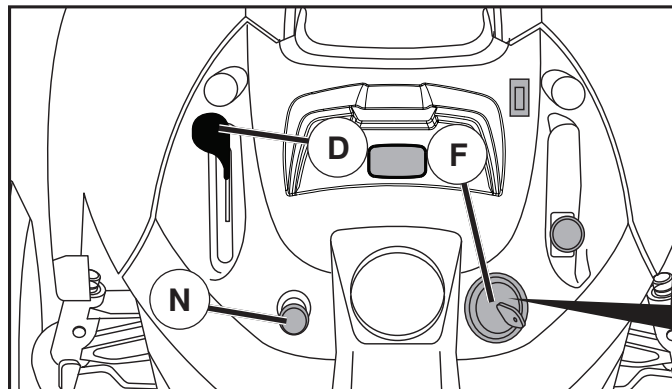

図 6
スロットルコントロール (D) の使用 (図 6 参照)
チョークコントロール (N) の使用 (図 6 参照)